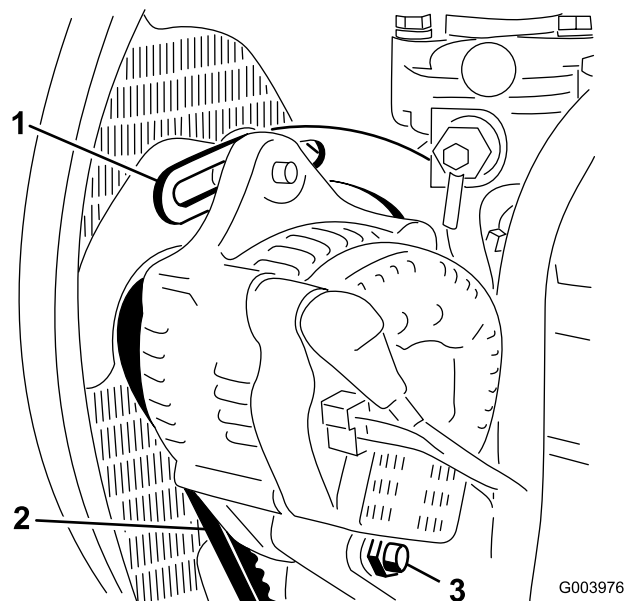

Figura 60
2. Verifique a tensão da correia do alternador, premindo-a (Figura 60) até meio caminho entre as polias do alternador e do cárter com uma força de 10 kg.
3. Desaperte o parafusos que segura a abraçadeira ao motor (Figura 60), o parafuso que segura o alternador à abraçadeira e o parafuso de articulação.